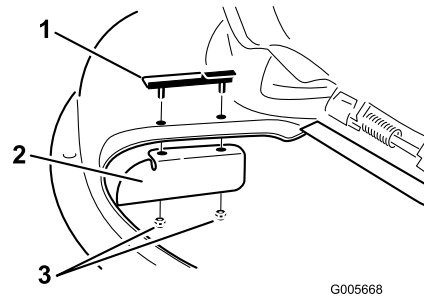

Figura 13
- Montate il deflettore di scarico sui colonnini di montaggio del fermaglio. Figura 13. Fissate il